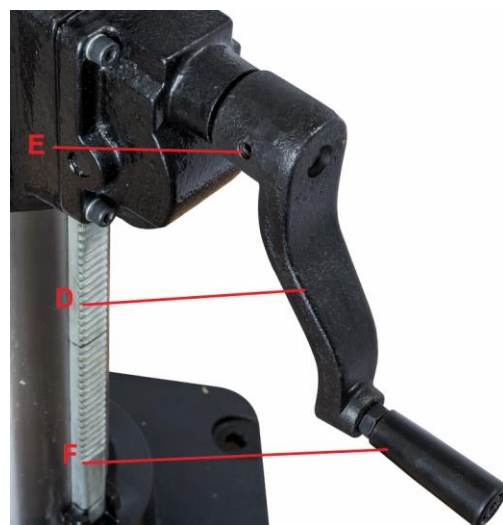

Рис. 2
Установите рукоятку регулировки высоты (D, Рис. 2) на цапфу рукоятки и зафиксируйте резьбовым штифтом (E). Смонтируйте ручку рукоятки (F).